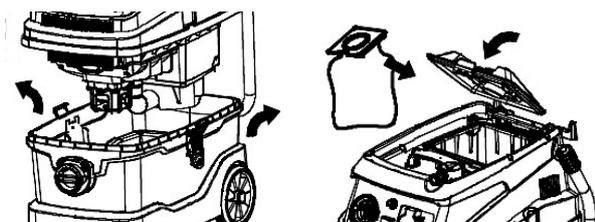

Abb. 14: Filter einsetzen
Schritt 1: Öffnen Sie die beiden Verschlussclaspn an der Seite des Saugers und öffnen Sie den Behälter. Setzen Sie den Schmutzbeutel in die seitliche Saugöffnung innerhalb des Behälters (Abb.14). Achten Sie darauf, dass sich im Behälter kein Wasser befindet.